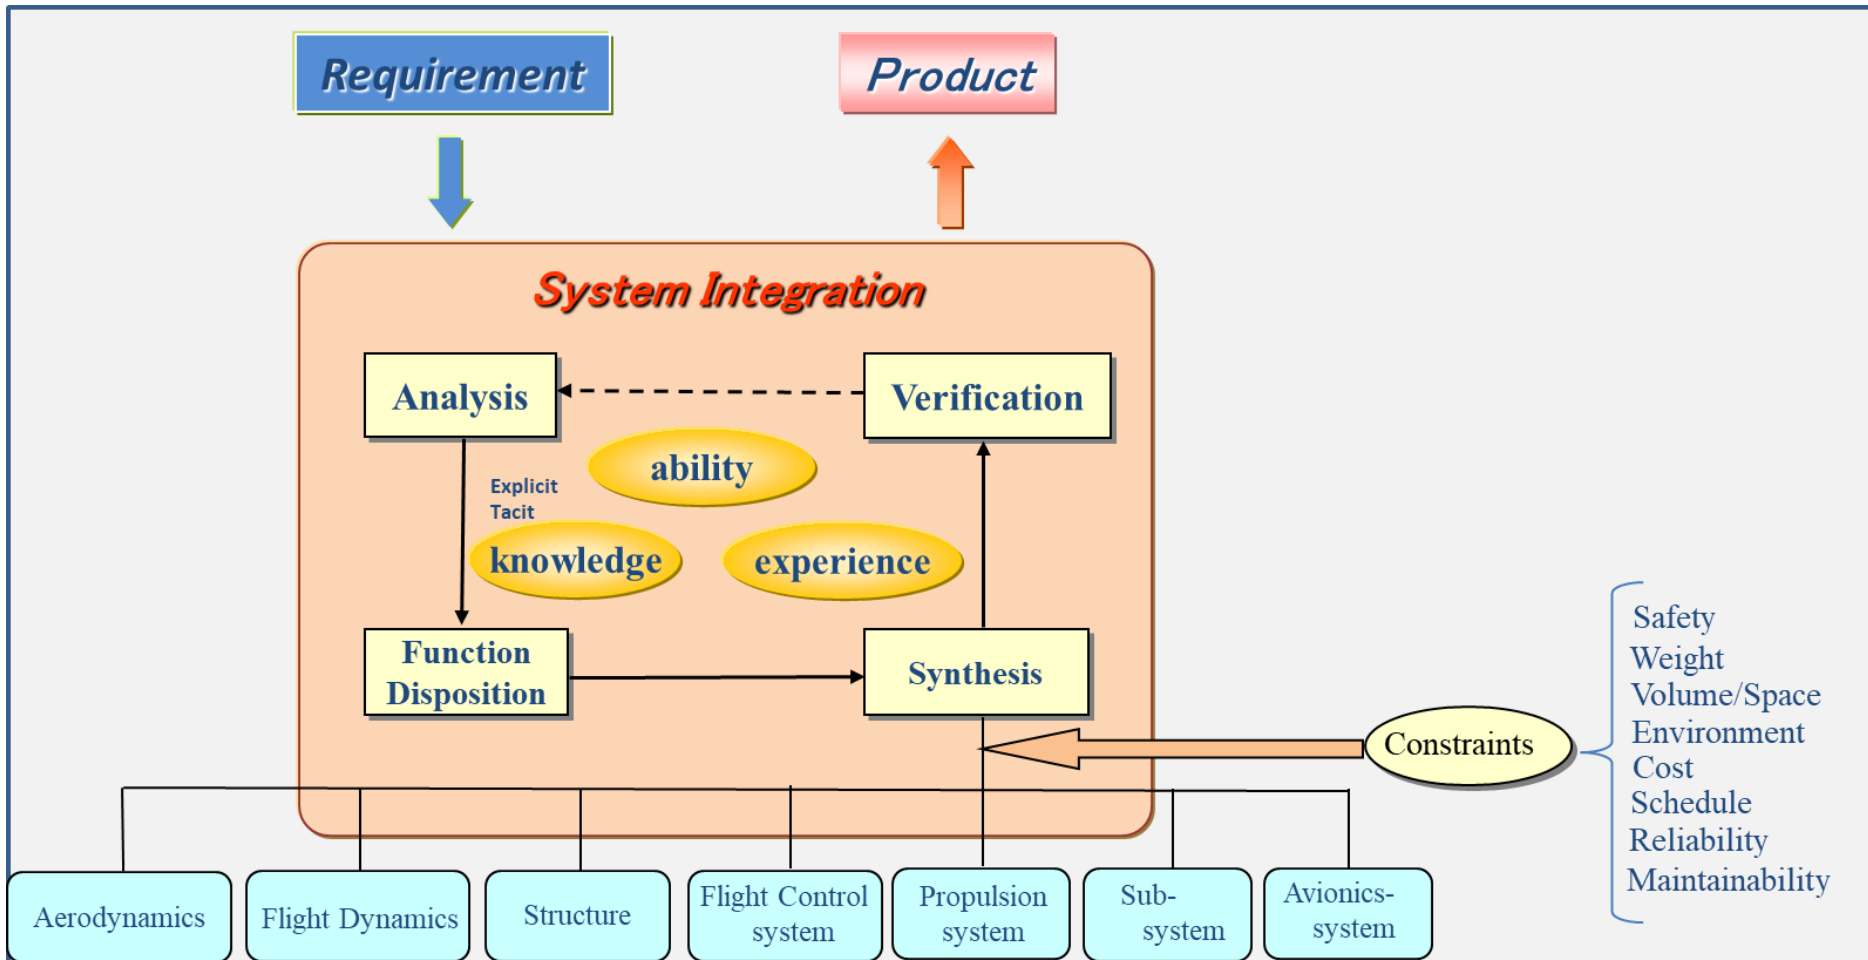

Figure1 System Integration Concept
- ① Figure1 にSystem Integrationの概念を示す。System Integration は能力、形式知と暗黙知及び経験を駆使しながら、要求の分析、機能配分をおこない、制約条件をクリアし、構成要素を有機的に統合し、検証して、システム全体として要求を満たす製品を創り上げるための、擦り合わせの活動である。
- ② 制約条件は、例えば、安全性、重量、容積/空間、環境、コスト、スケジュール、信頼性、整備性である。統合される構成要素は空力、飛行力学、構造、飛行制御、推進、サブシステム、アビオニクスシステム等
- ③ 簡単に言えば、システム統合は、各コンポーネントを「磨き、ブレンドし、適合させる」作業
- ④ 擦り合わせは、Sub-System間、組織間の、品質の高いコミュニケーションを通じた情報交換・共有、討論・検討、決心により達成
- ⑤ コミュニケーション具体的な方策は、その目的に応じた各階層の垂直的、水平的な会議体系、すなわち目的、日程、出席者を定め実行すること